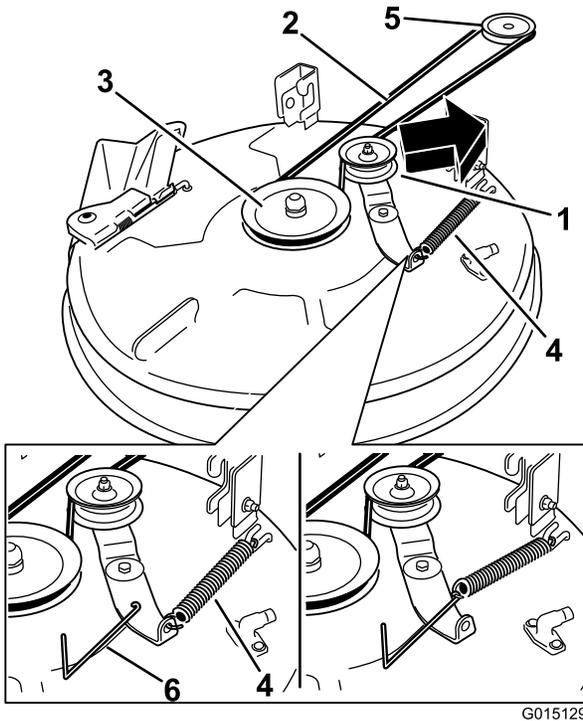

Figure 55
4. À l'aide d'un outil de dépose de ressort (réf. Toro 92-5771), décrochez le ressort du crochet sur le tablier pour détendre la poulie de tension et déchaussez la courroie des poulies (Figure 55).
5. Acheminez la courroie neuve autour de la poulie du moteur et des poulies du tablier de coupe (Figure 55).
6. À l'aide d'un outil de dépose de ressort (réf. Toro 92-5771), accrochez le ressort au crochet situé sur le tablier, ce qui a pour effet d'exercer une tension sur la poulie de tension et la courroie du tablier de coupe (Figure 55).